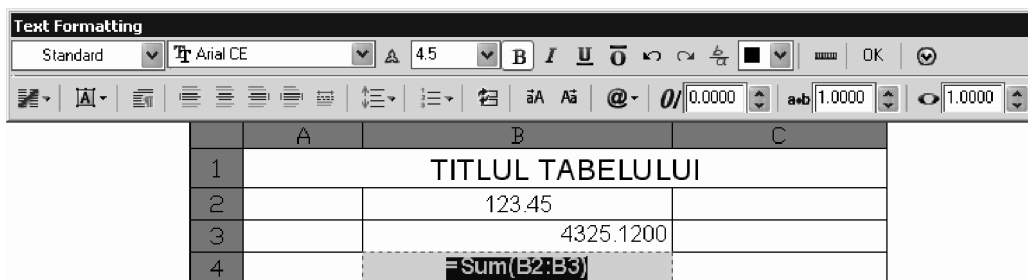

Fig. 6.48 Formatarea textului din celule
4. Opțional, se formatează textul, cu ajutorul liniei de comenzi **Text formatting** – vezi Fig. 6.48.